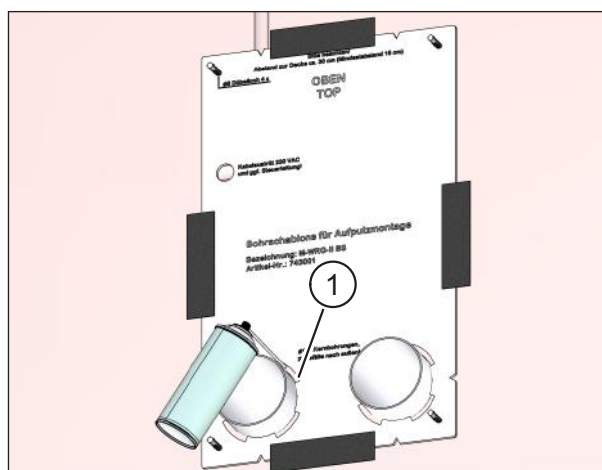

Рис. 22: зафиксировать вентиляционные трубы
- ▶ Для предварительной фиксации вентиляционных труб заполните выемки (поз. 1 на рис. 22) обоих сверлильных шаблонов монтажной пеной на внутренней и внешней стене.